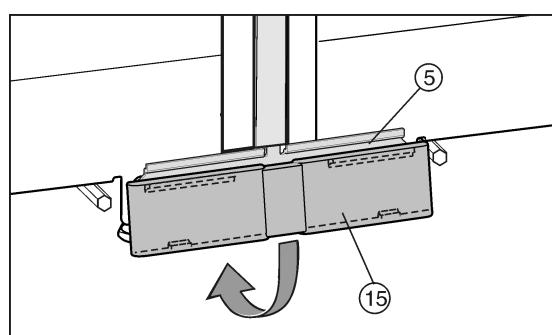

Fig. 29
- Coloque la cubierta Fig. 29 (15) inferior desde arriba sobre la chapa de unión Fig. 29 (5) y encájela en la parte inferior.